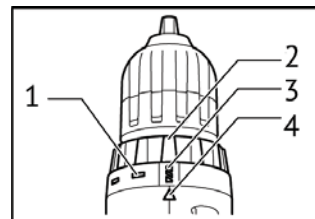

рис.5
2.2.5 Функции регулировочного кольца (рис.5 поз.2):
На регулировочное кольцо (рис.5 поз.2) нанесены символы: от «1» до «16» - 16 фиксированных положений предельного момента затяжки, символ «— —» и символ «дрель». Выставление нужного режима работы осуществляется совмещением соответствующего символа со стрелкой на корпусе дрели.